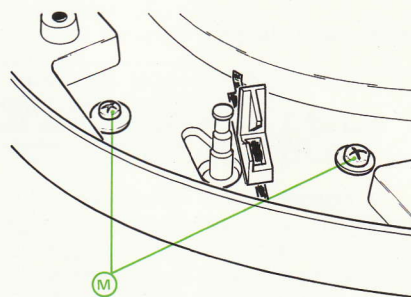

Fig. 2
— Dévisser, et enlever les vis (M), pour débloquer le moteur (Fig. 2).
- De remettre les vis et rondelles de blocage du moteur (Fig. 2).